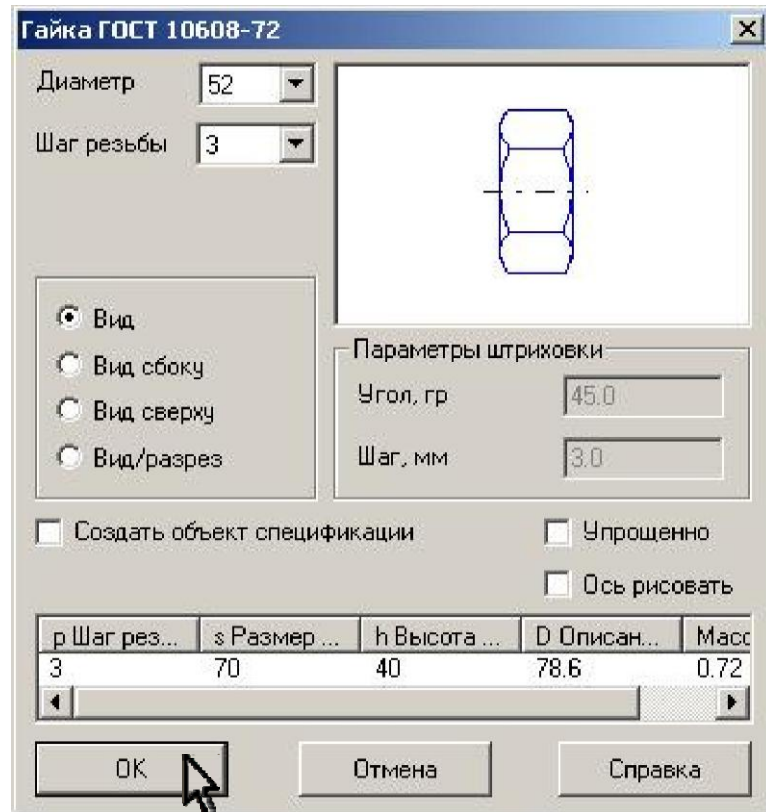
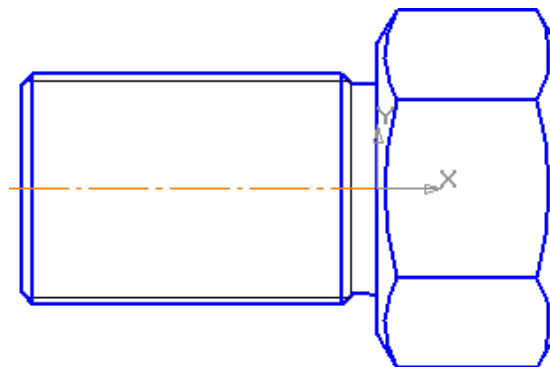
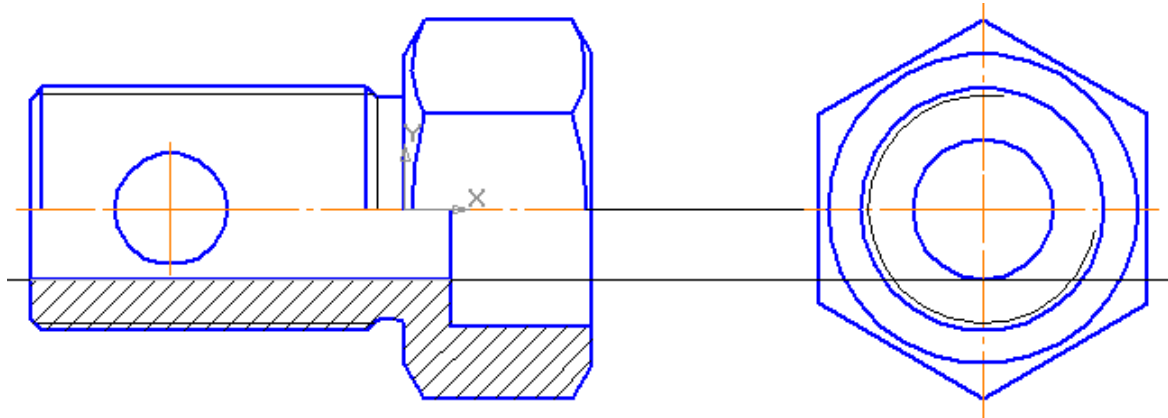
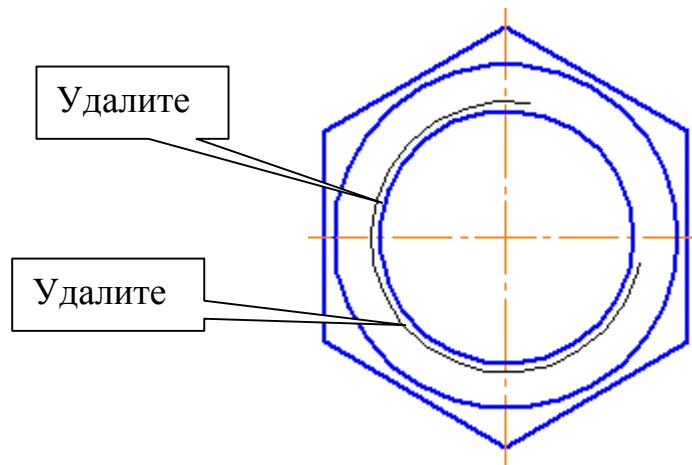

Рис. 6
Рис. 7
Рис. 11
Рис. 12
4. В *Конструкторской библиотеке* в разделе *Гайки – Гайки шестигранные – Гайки уменьшенные* укажите гайку ГОСТ 10608-72, установите параметры: диаметр «52», мелкий шаг «3», вид, рис. 6. Вставьте изображение гайки в чертёж, рис. 7.
7. Выполните в проекционной связи вид слева, рис. 11. Для построения шестиугольника и окружности в **Конструкторской библиотеке** снова в разделе **Гайки – Гайки шестигранные – Гайки уменьшенные** укажите гайку ГОСТ 10608-72, установите диаметр «52» и мелкий шаг «3», вид сверху, с осями, рис. 6. Выделите построенный макроэлемент и из контекстного меню выберите команду **Разрушить**. **Удалите изображение резьбы в отверстии**, рис. 12. Для изображения резьбы на стержне воспользуйтесь **Прикладной библиотекой КОМПАС**. В разделе **Резбовые отверстия** выберите **Наружную резьбу** и проставьте необходимые параметры резьбы (M52, шаг «3»). Изобразите окружность Ø30.